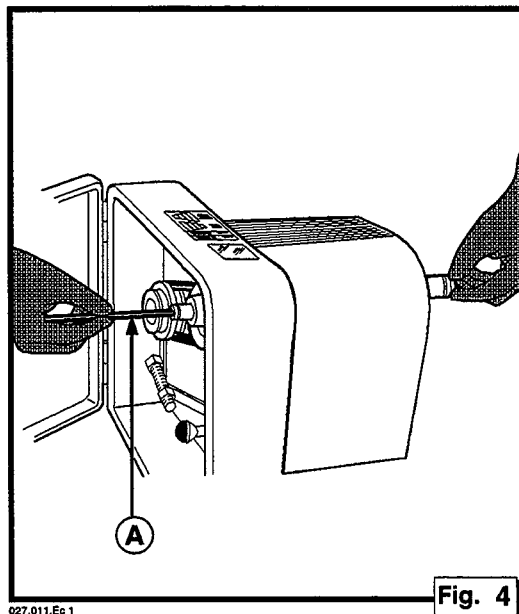

Fig. 4
- Sett inn den medleverte bolten **A** i spindelens aksel (fig. 4).
- Sätt in den medleverade bulten **A** i spindelns axel (fig. 4).
6.3.1 Pinol (fig. 4)
6.3.1 Motdubb (fig. 4)